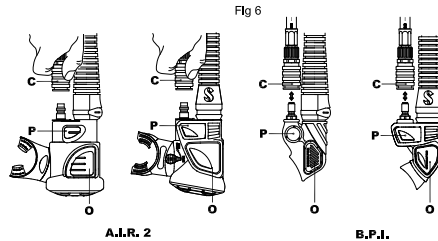

Abb. 6
Anbringen des Schnellanschlusses (Abb. 6-C):
Drücken Sie zum Aufblasen des Tarierjackets auf den Knopf des Powerinflatorventils (Abb. 6-P) Es sollte Luft in das Tarierjacket strömen. Mit kurzen Luftstößen, durch kurzes und wiederholtes Drücken und Loslassen des Powerinflatorknopfs, können Sie beim Aufblasen die Luftmenge besser kontrollieren.
2. Atmen Sie im gleichen Atemzug nun weiter aus, während Sie den Lufteinlassknopf tief durchdrücken (Abb. 6-O).